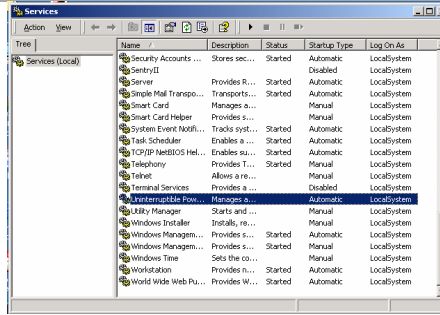

Figure 10 : Fenêtre de Services
3. Effectuez un double-clic sur l'icône Services. La fenêtre Services apparaît comme dans la Figure 10.